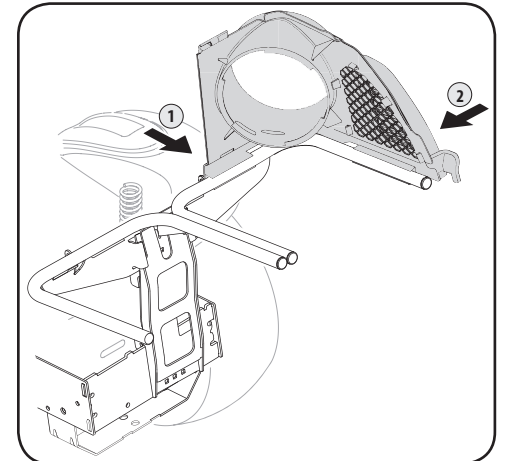

Figure 4-15
5. Faites aligner les encoches du couvercle supérieur du bac récupérateur avec les encoches à l'avant du support de la goulotte supérieure. Insérez la tige de charnière dans les fentes du côté droit du support de la goulotte supérieure. Voir Figure 4-15. Poussez la tige de charnière jusqu'au bout.